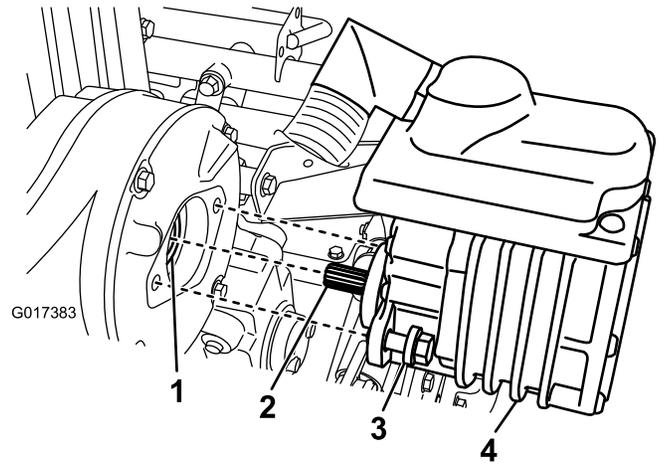

图34
2. 拆下将马达固定到传动装置外壳的 2 颗螺栓（图 34）。
4. 用润滑脂枪向传动装置的凹面泵入一到两次润滑脂（图34）。